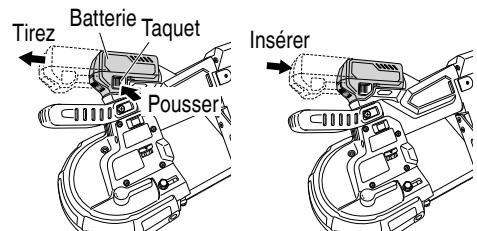

Fig. 7
Toujours insérer la batterie à fond, jusqu'à ce qu'elle se bloque avec un petit déclic. Sinon, elle risque de tomber accidentellement de l'outil et de blesser l'opérateur ou d'autres personnes alentour (Fig. 7).
- Comment retirer la batterie ou l'adaptateur secteur Retirer la batterie ou l'adaptateur secteur du revêtement de l'outil tout en appuyant sur le loquet (2 pièces) de la batterie ou l'adaptateur secteur (Fig. 7).